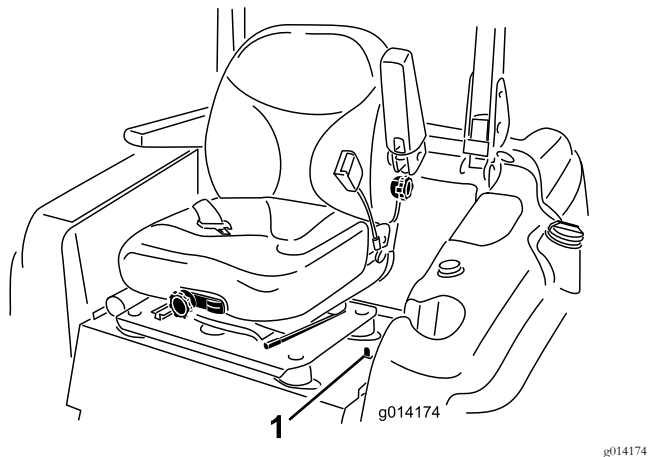

图15
1. 向后移动位于座椅左侧的座椅闩锁可打开座椅锁定然后向前拉动座椅顶部图15。